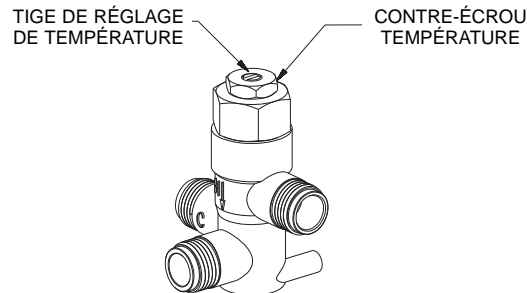

Figure 10
- À L'AIDE D'UN TOURNEVIS À LAME, FAIRE TOURNER LA TIGE DE RÉGLAGE DANS LE SENS CONTRAIRE DES AIGUILLES D'UNE MONTRE POUR AUGMENTER LA TEMPÉRATURE OU DANS LE SENS DES AIGUILLES D'UNE MONTRE POUR DIMINUER LA TEMPÉRATURE (FIGURE 10).